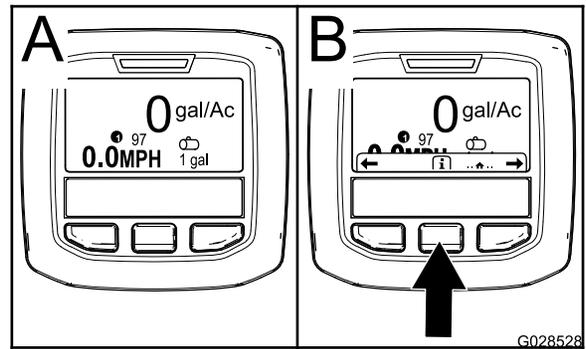

图18
2. 大约 15 秒钟后主屏幕将显示按中间选择按钮显示信息内容 图 18。